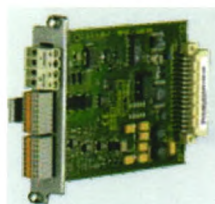

图 5
(4) 端子模块TB30接口（见图5）。X424：24V供电电源；X482：2路模拟量输入。